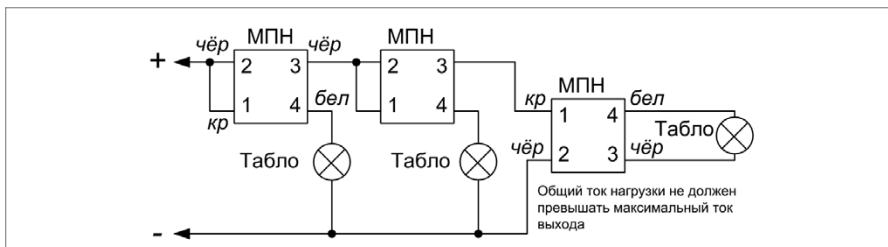

Рисунок 15. Схема подключения нескольких световых табло или сирен к одному выходу блока
- Несколько исполнительных устройств подключаются к одному выходу блока по схеме, приведенной на Рисунок 15.